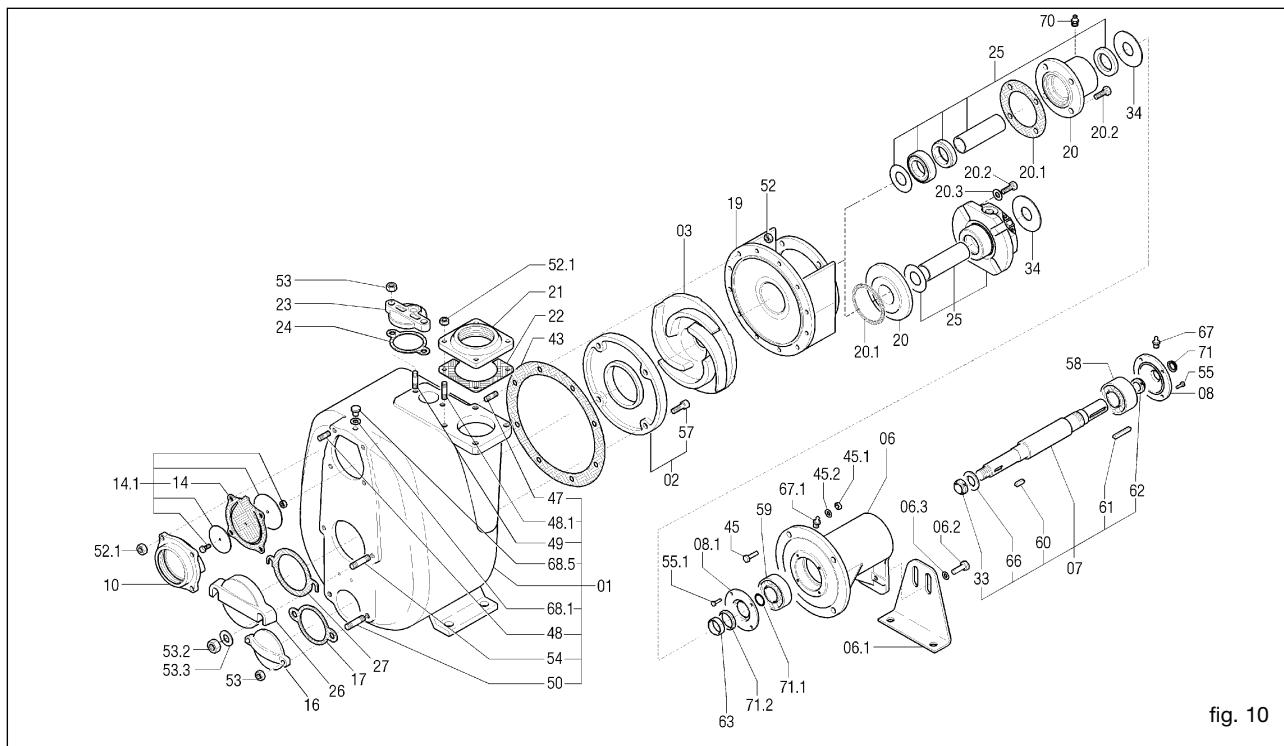
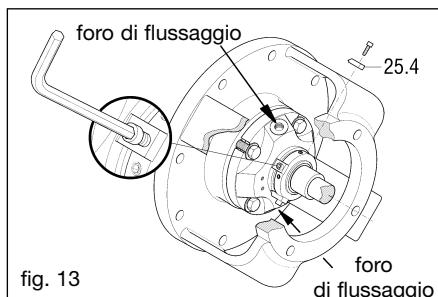

fig. 10
fig. 13
La tubazione di aspirazione deve avere un diametro uguale a quello della bocca di aspirazione della pompa (per diametri superiori consultare la Varisco). Evitare, se possibile, curve, gomiti o strozzature che possano limitare l'afflusso di liquido alla pompa. Non montare la valvola di fondo: la pompa è provvista di valvola di non ritorno (14) (fig. 10) incorporata.
A titolo esemplificativo si riporta un disegno di esploso (fig. 10).
13.2 Sostituzione della girante (fig. 10)
- Svitare i dadi (52) e rimuovere il corpo pompa, cercando di non danneggiare la guarnizione (43).
- Bloccare la girante (03) e svitare il dado autobloccante (33).
- Sostituire eventualmente la guarnizione (43).
13.3 Sostituzione del piatto d'usura (fig. 10)
- Svitare i dadi (52) e rimuovere il corpo pompa cercando di non danneggiare la guarnizione (43);
- Svitare le viti a testa con esagono incassato (57)
- Rimuovere e sostituire il piatto d'usura (02)
- Sostituire eventualmente la guarnizione (43)
13.4 Sostituzione della valvola (fig. 10)
- Svitare i dadi (52) (fig. 10) e rimuovere il corpo pompa, cercando di non danneggiare la garnizione (43).
- Bloccare la girante (03) e togliere il dado autobloccante (33).
- Fissare i posizionatori (25.4) di blocco della tenuta nelle apposite sedi (fig. 13).
- Togliere i posizionatori (25.4) (fig. 13) di blocco tenuta e fissarli sugli appositi fori della flangia per un riutilizzo in fase di smontaggio.
13.8 Manutenzione dei cuscinetti (fig. 10)